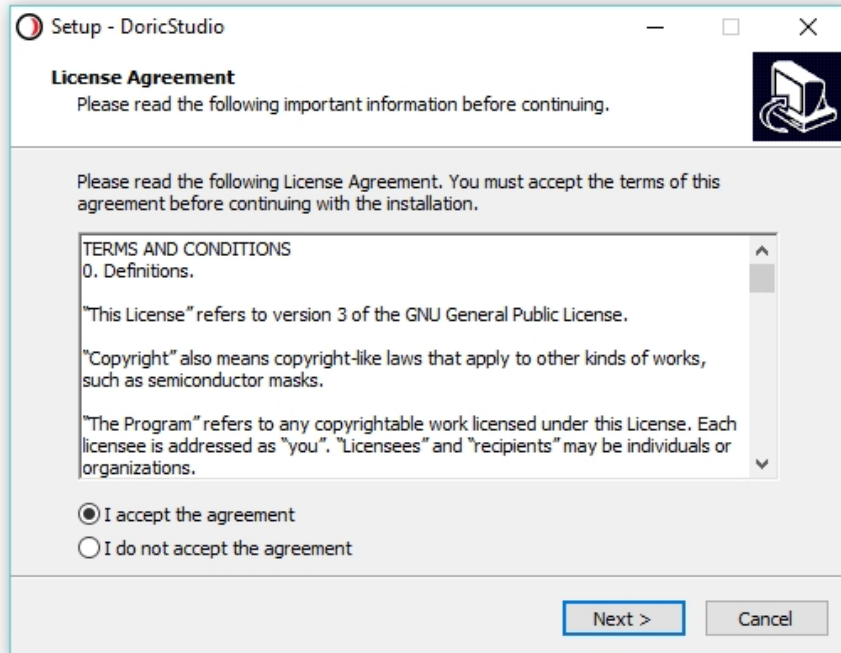

Figure 3.1 : Contrat de licence du Doric Neuroscience Studio
3. Dans la fenêtre du contrat de licence (Fig. 3.1), acceptez le contrat et cliquez sur **Suivant** pour continuer la procédure.